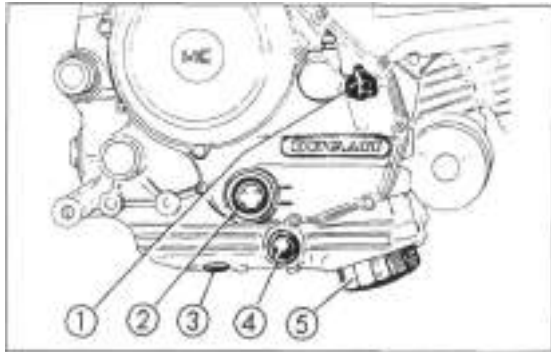

Bild 36
- Motorrad sicher aufbocken und geeignetes Auffanggefäss (mindestens vier Liter Fassungsvermögen) unterstücken, die Ölablass-Schraube (Bild 36) ausdrehen.
- Siebfilter (Bild 36) nach Ausdrehen mit alter Zahnbürste in Waschbenzin oder Reinigungslösung reinigen, mit Druckluft freiblasen und mit neuer Dichtung wieder eindrehen. Ölfilter hat die Aufgabe, kleinste Partikelchen aus dem Motoröl herauszufiltern. Sobald der Motor läuft, befindet
- ⚠ Ölfilter (Bild 36) deshalb bei jedem Ölwechsel erneuern.